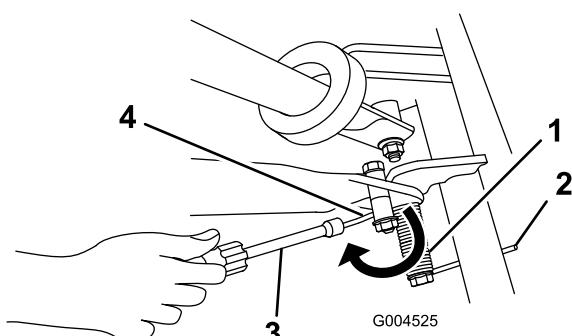

Figura 7
6. Coloque una atornilladora sobre el extremo del muelle que está orientado hacia atrás, y pase el extremo del muelle por debajo del espaciador del soporte (Figura 7).